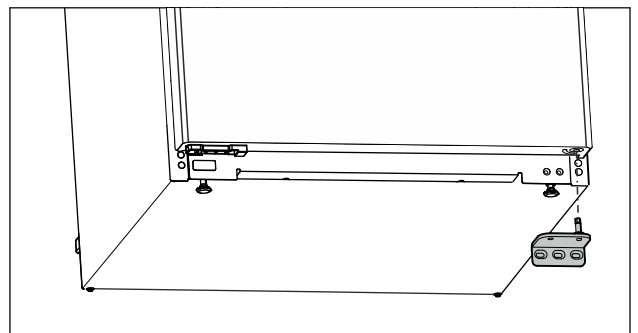

Fig. 11
- ▶ Зніміть опорний кронштейн у напрямку вниз. (див. Fig. 11)